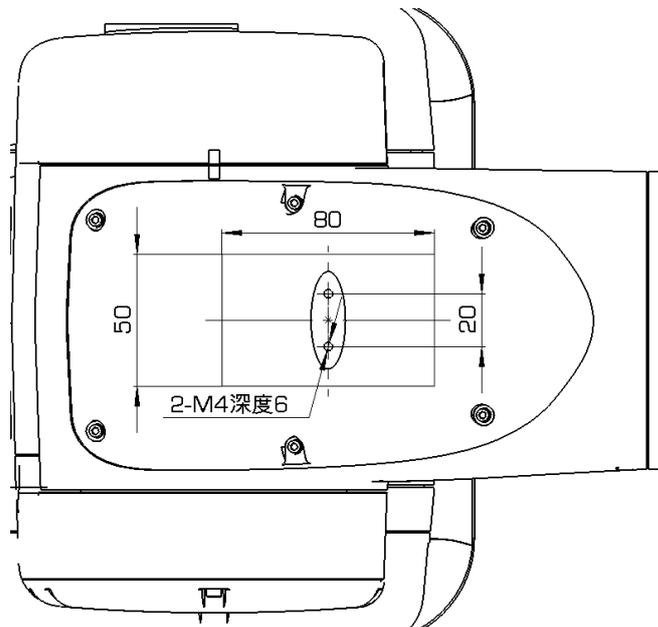

图 6-9 拓星际R092-07-B 型操作机肘部负载接口尺寸示意图
拓星际R092-07-B 型操作机 J3 轴肘部的设备安装孔规格及尺寸如图 6-9 所示。
- 肘部负载质心位置需位于图 6-9 所示 50mm × 80mm 区域内部。